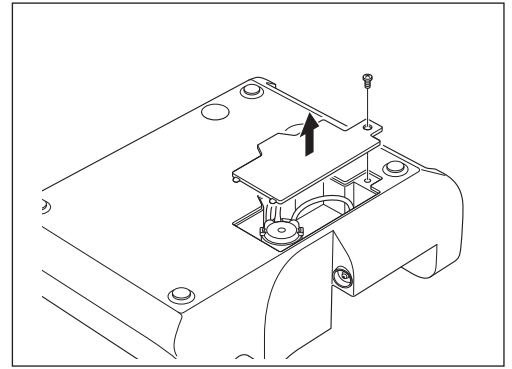

Fig. 49
- 2) Vire a unidade de controle. Utilize uma chave de estrela para remover o parafuso na tampa da bomba de irrigação e retire a tampa. (Fig. 49).